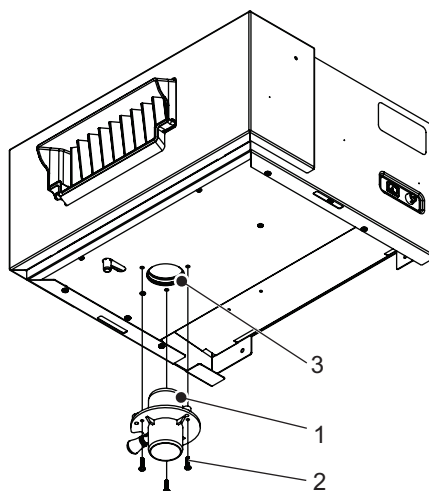

Figure 9 : Installation de l'adaptateur vapeur sur l'unité de ventilation
- b. Orienter l'adaptateur vapeur en plaçant l'orifice d'arrivée de la vapeur de l'unité de ventilation, comme illustré sur la Figure 9 et l'insérer. L'adaptateur doit s'ajuster sans aucun jeu et former un joint étanche avec le joint torique de l'orifice d'arrivée de la vapeur de l'unité de ventilation.